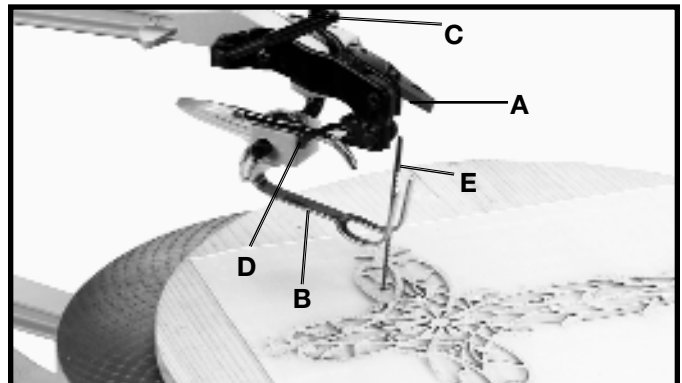

Fig. 37
Desserrer la poignée de verrouillage (A) fig. 37 et soulever la tige de retenue à ressort (B). Relâcher la tension de la lame en déplaçant le levier de tension (C) vers l'avant et en desserrant le porte-lame supérieur en déplaçant le levier (D) vers l'arrière tel qu'illustré. Ceci relâchera la pression de la lame (E). Insérer la lame (E) dans le trou suivant du motif, tel qu'illustré.